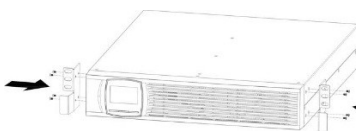

Abbildung 9: Befestigung der Montagewinkel
4. Richten Sie die Montagewinkel (L = Links und R = Rechts) mit den Schraubenbohrungen auf jeder Seite der USV-Anlage und der Batteriepakete aus und befestigen Sie diese mit den beige-fügten M4 x 8 Senkkopfschrauben (siehe Abbildung 9).